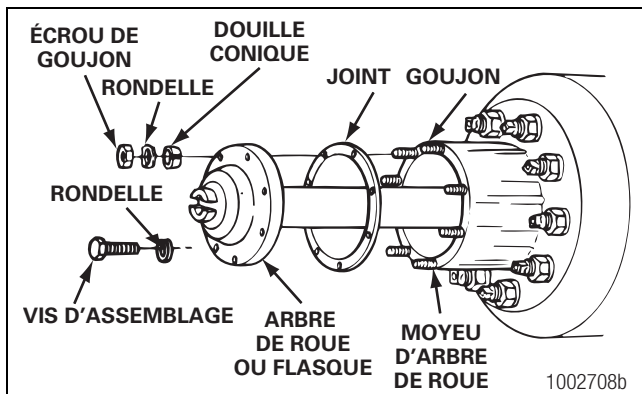

Figure 3.2
5. Retirer les douilles coniques et séparer les arbres de roue du moyeu d'essieu principal. Figure 3.2.
5. Retirer les douilles coniques et séparer l'arbre de roue du moyeu d'essieu principal. Figure 3.2.